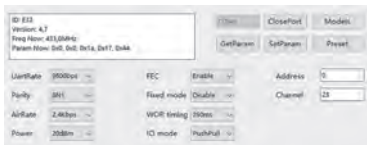

Рисунок 7 – Настройки программы RF Setting
4) Скачать и запустить программу RF Setting на ПК или ноутбуке. Перевести модем в режим сна по средствам микропереключателей (M1 и M0 в положение OFF). Произвести необходимую настройку (рисунок 7).